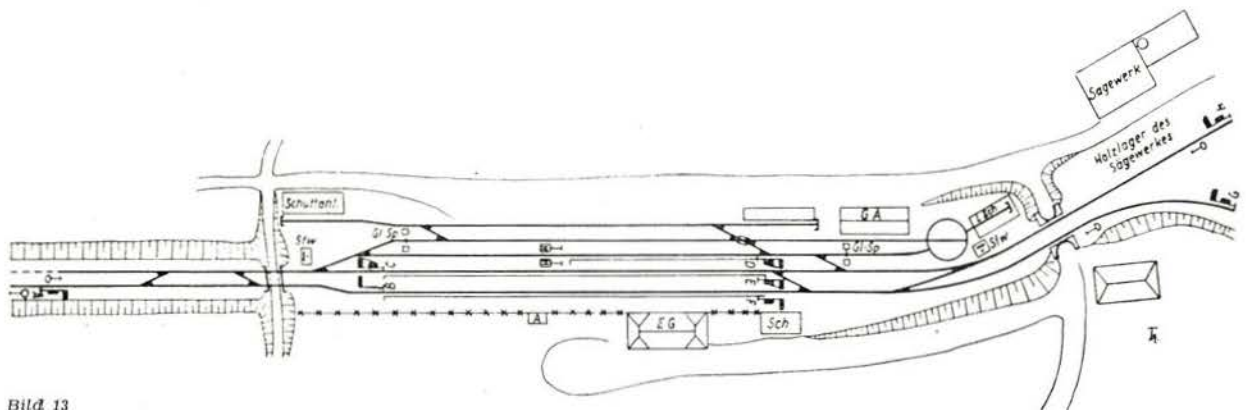

Bild 13
13. Einfacher Bahnhof mit Nebenbahnabzweigung (Bild 13)
Gestaltung dieses Modells spricht und interessante Probleme und Rangieraufgaben mit sich bringt. Weiterhin befindet sich auf dem Bahnhof noch eine Beschüttungsanlage für Wagen zum Verladen der aus den Steinbrüchen der Umgebung angelieferten Steine. Beachtlich ist die Verteilung der Kennzeichen K 8 a. Der Bahnhof kann auch an eine eingleisige Hauptbahn gelegt werden. Dabei ist lediglich das Ausfahr Gleis in Richtung A — wie im Bild 13 dargestellt — in ein Stumpfgleis umzuwandeln, und die Signale B und C müssen noch ihre Standorte tauschen.